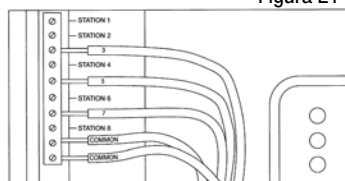

Figura E1
5. Collegare i fili della stazione alla centralina usando uno spelafilo standard. Rimuovere 7,5 mm di isolamento dalla punta di ciascuno dei fili colorati (etichettati) della stazione. Collegare i fili colorati (sotto tensione) nella morsetteria etichettata con il numero della stazione e serrare la vite del connettore con un cacciavite. Collegare il filo bianco (comune) in uno dei due connettori dei fili comuni etichettati "comune" posti nella parte inferiore della morsetteria e serrare la vite del connettore con un cacciavite. Se si usa una valvola master, collegare il filo rosso (sotto tensione) dalla valvola master nella stazione etichettata "MV/P" (vedere la Figura E1). Per la pompa o altri dispositivi elettrici, vedere le installazioni dettagliate a pagina 10.